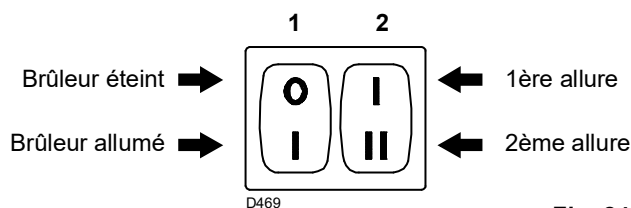

Fig. 24
- l'interrupteur 1)(Fig. 24) en position « Brûleur allumé »;
- l'interrupteur 2)(Fig. 24) en position « 1ère allure ».
Placer maintenant l'interrupteur 2)(Fig. 24) en position 2ème allure: le servomoteur ouvrira le volet d'air et simultanément le papillon de gaz à 90°.
Placer l'interrupteur 2)(Fig. 24, page 24) en position 1ère allure: Le servomoteur 1) fermera le volet d'air et, simultanément, fermera le papillon gaz jusqu'à 15°, c'est à dire jusqu'à la valeur réglée en usine.
- S'il faut l'augmenter, passer en 2ème allure en agissant sur l'interrupteur 2)(Fig. 24, page 24) et augmenter légèrement l'angle du levier orange par de légers déplacements successifs, c'est-à-dire aller de l'angle 15° à 17° - 19°... Revenir ensuite en 1ère allure et mesurer le débit du gaz.
- Éteindre le brûleur en agissant sur l'interrupteur 1)(Fig. 24, page 24);